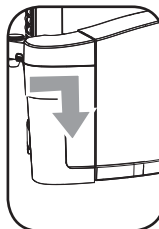

Abb. 2
- 2- Die Karaffe in das Gerät einsetzen und bis zum Anschlag nach unten drücken (Abb.2).